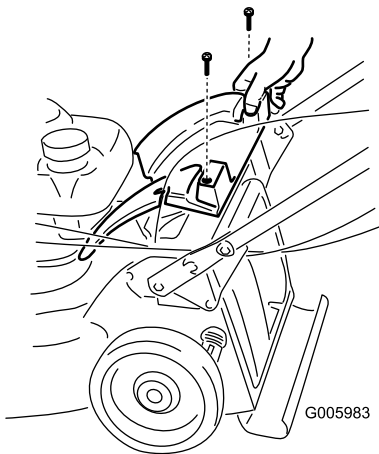

Figura 5
2. Retire los dos tornillos que sujetan la cubierta trasera y retire la cubierta trasera (Figura 5).